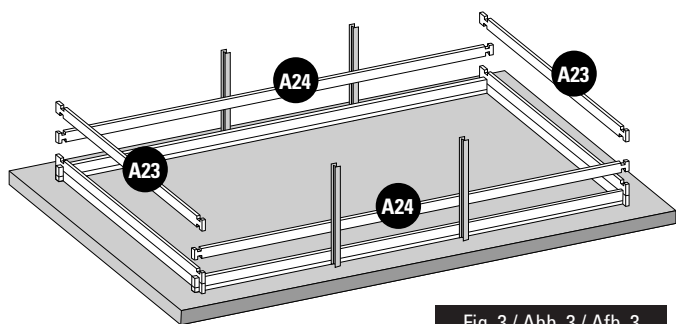

Fig. 3 / Abb. 3 / Afb. 3
- EN** **2nd LAYER OF BOARDS:** • Install the second layer of boards as shown in figure 3. • There is a wooden wedge in the structure packet to correctly assemble the boards. • Never directly hit against the boards. Do not hit them with anything metallic. This would inevitably damage the wood. • Try to correctly assemble the boards right from the start. There should not be any space between each layer of boards to avoid maladjustment of the higher boards.
- FR** **2ÈME RANGÉE DE MADRIERS :** • Positionnez les madriers de la deuxième rangée conformément à la figure 3. • De manière à emboîter correctement les madriers, une cale en bois est à votre disposition dans le colis de structure. • Ne pas taper directement sur les madriers. • Ne pas frapper avec une pièce métallique. Cela détériorerait le madrier irrémédiablement. • Veillez à emboîter bien à fond les madriers dès le départ. Il ne doit pas y avoir d'espace entre chaque rangée pour éviter un décalage au niveau des madriers supérieurs.
- DE** **2. BRETTERREIHE:** • Platzieren Sie die Bretter der zweiten Reihe laut Abb. 3. • Um die Bretter richtig anbringen zu können, finden Sie einen Holzkeil im Paket des Tragwerks. • Nicht direkt auf die Bretter klopfen. • Nicht mit einem Metallteil darauf klopfen. Es würde das Holz unabänderlich beschädigen. • Versuchen Sie, die Bretter von Anfang an tiefgehend ineinander zu fügen. Zwischen den Reihen darf kein Platz sein, um eine Fehlanpassung der oberen Bretter zu vermeiden.
- NL** **2ª RIJ PLANKEN:** • Plaats de planken van de tweede rij zoals aangegeven op afbeelding 3. • Om de planken correct te assembleren, zit er een houten wig in het pakket van het frame. • Sla niet direct op de planken. • Sla er niet direct op met metaal. Hierdoor raakt het hout onherstelbaar beschadigd. • Zorg ervoor dat de planken vanaf het begin stevig op elkaar aansluiten. Er mag geen ruimte tussen de rijen overblijven, om te voorkomen dat de bovenste houtdelen onregelmatig uitkomen.
- EN 3rd LAYER OF BOARDS:** Install the third layer of boards as shown in figure 3. The position of the refilling fitting with the key and the skimmer should be defined at the start of the assembly (read the specific paragraphs).
- FR 3^{ÈME} RANGÉE MADRIERS :** Positionnez les madriers de la 3ème rangée conformément à la figure 3. Vous devez avoir déterminé l'emplacement de la buse de refoulement et du skimmer dès le début du montage (voir paragraphes spécifiques).
- DE 3. BRETTERREIH:** Platzieren Sie die Bretter der dritten Reihe laut Abb. 3. Zu Beginn der Montage müssen Sie die Lage des Druckventils und des Skimmers festlegen (lesen Sie hierzu die entsprechenden Abschnitte).
- NL 3ª RIJ PLANKEN:** Plaats de planken van de derde rij zoals te zien is op afbeelding 3. U moet al bij aanvang van de montage bepalen op welke plaats het uitstroommondstuk en de skimmer moet komen (less de betreffende paragrafen).